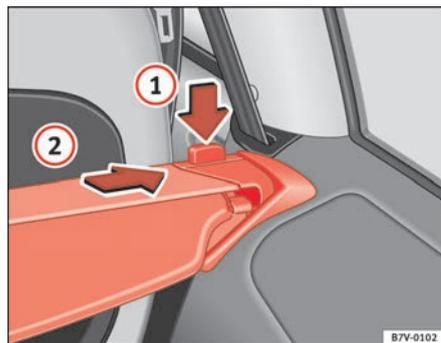

Abb. 114 Gepäckraumabdeckung: rechter Halter
- Drücken Sie die Entriegelungstaste (bei aufgerollter Gepäckraumabdeckung) ⇒ Abb. 114 ① in Pfeilrichtung und nehmen Sie die Gepäckraumabdeckung nach oben aus der rechten Halterung.
- Ziehen Sie die Abdeckung in Pfeilrichtung ② aus der linken Halterung heraus und nehmen Sie die Gepäckraumabdeckung aus dem Fahrzeug.